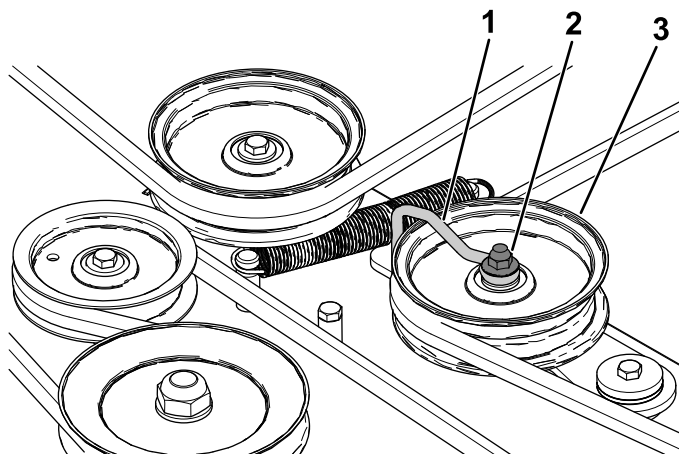

Рисунок 61
6. Ослабьте гайку крепления формованного проволочного элемента к натяжному шкиву (Рисунок 61).
10. Затяните гайку крепления формованного проволоочного элемента к натяжному шкиву (Рисунок 61).
**Примечание:** Приложите формованный проволоочный элемент к рычагу натяжного шкива, как показано на Рисунок 61.